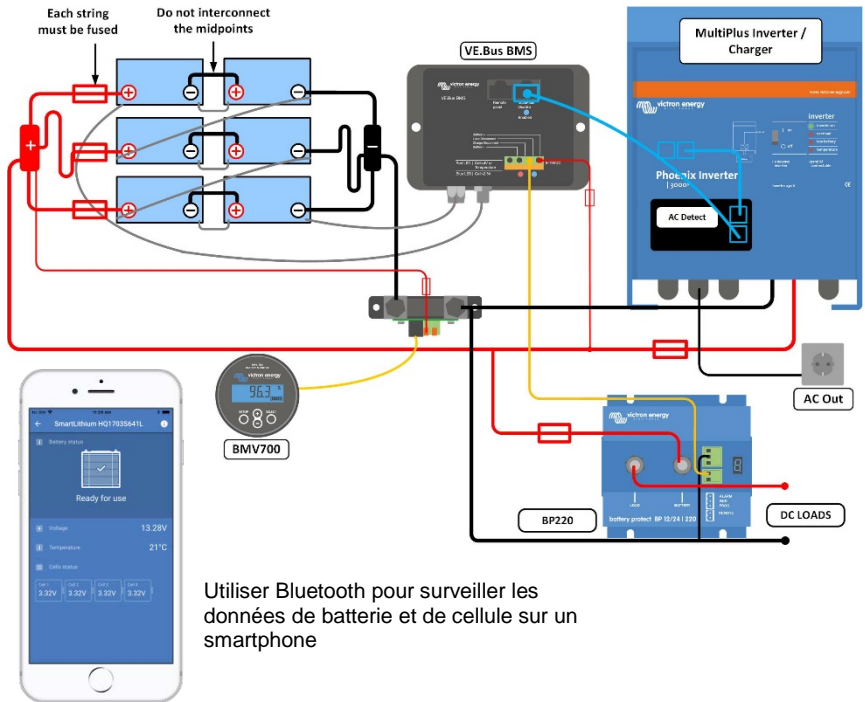

Figure 1 : Exemple de système avec un BMS de VE.Bus
**Chaque batterie ou file de batteries doit être protégée par un fusible. Voir figure 1.**